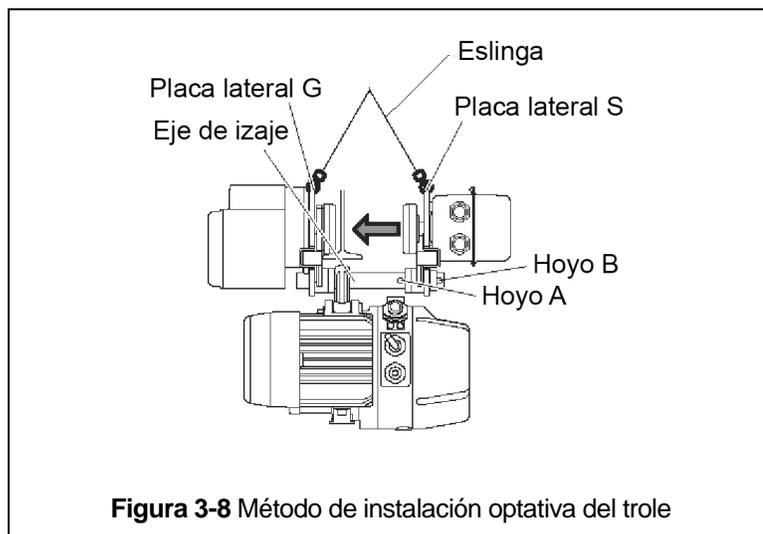

Figura 3-8 Método de instalación optativa del trole
- 1) Mueva el pasador de tope del eje hacia el Hoyo B (consulte la **Figura 3-8**).